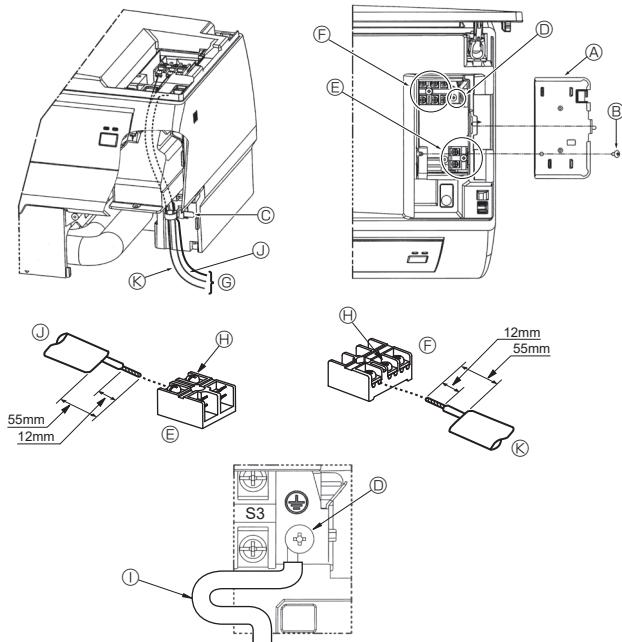

Fig. 6-1
6.1. Indendørsenhet (Fig. 6-1)